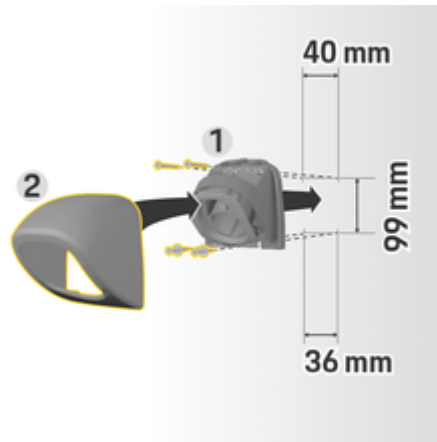

Fig. 44: Dimensiones de perforación
1. Retire el soporte del enchufe **1** de la cubierta (Fig. 44) **2** (Fig. 44).
4. Atornille el soporte del enchufe **1** (Fig. 44) a la pared.
5. Encajar la cubierta **2** (Fig. 44) en el soporte del enchufe **1** (Fig. 44) desde abajo y presiónelo hacia arriba.